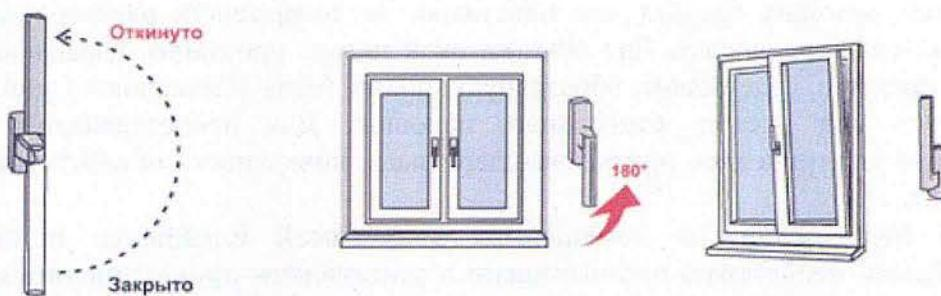

Рис.2
3) Для перевода створки из закрытого положение в откидное (поворот створки относительно нижней горизонтальной оси, положение «Откинуто» на Рис.2) ручку поворачивают вертикально на 180 градусов вверх, затем, потянув за ручку, поворачивают створку относительно нижней горизонтальной оси на заданный изготовителем угол (не более 10 градусов) (откидной режим).
4) Для запирания створки из открытого или откидного положения ее сначала закрывают и придерживая створку рукой, поворачивают ручку вертикально вниз (положение «Закрыто» на Рис. 2).